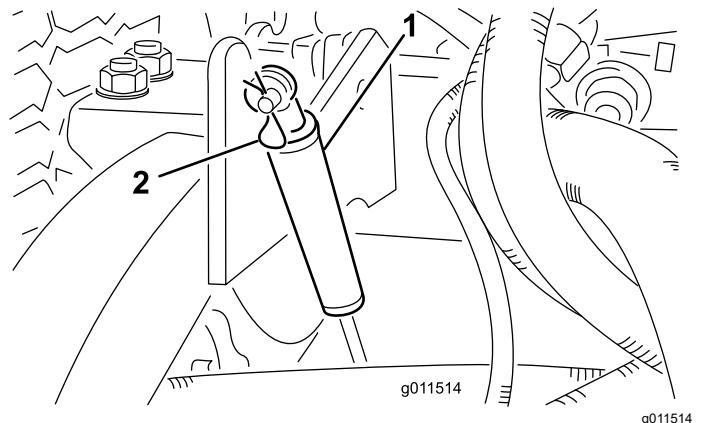

Figura 121
2. Togliete la coppiglia che fissa gli ammortizzatori ai bracci di sollevamento (Figura 121).